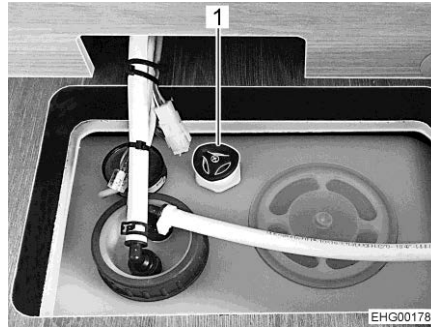

Fig. 142 Serbatoio dell'acqua con maniglia girevole
- Sul serbatoio dell'acqua, ruotare la maniglia girevole (Fig. 142,1) in senso orario fino all'arresto.
- Sul serbatoio dell'acqua, ruotare la maniglia girevole (Fig. 142,1) in senso antiorario fino all'arresto. L'acqua fuoriesce fino a raggiungere il livello di riserva di 20 litri.